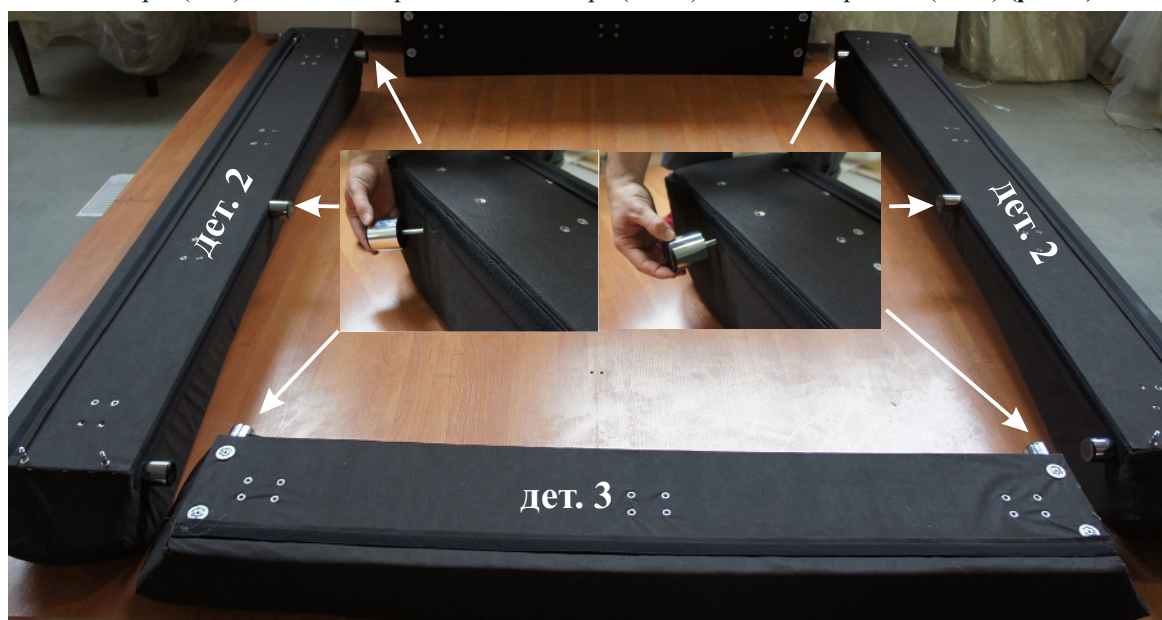

Рис. 1
2. Присоедините опоры (Ф-2) к нижним торцам боковых царг (дет. 2) и изножья кровати (дет.3) (рис. 1).